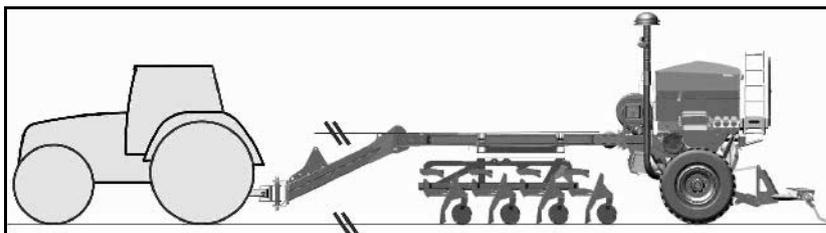

Fig. 93
4. Sicherung der eingeklappten Ausleger entriegeln (Fig. 93/1).